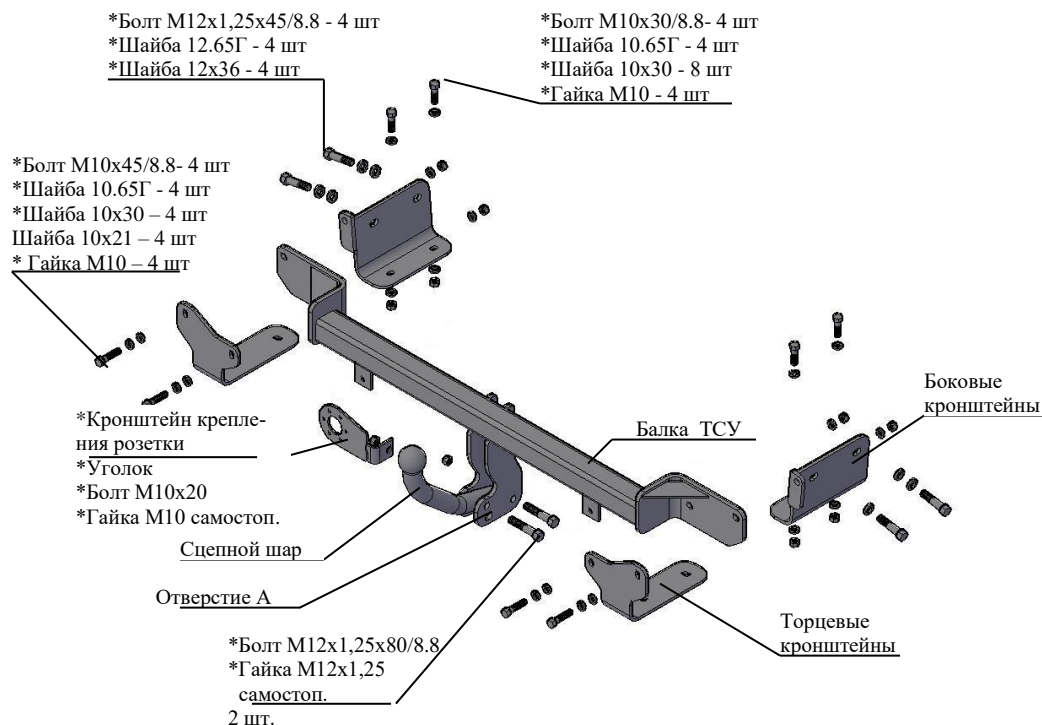

Рис.1 Тягово-сцепное устройство 7330.
2.1 ТСУ 7330 в сборе (рис.1)	1 шт.
2.2 Пакет с комплектующими (см. рис.1)	1 шт.